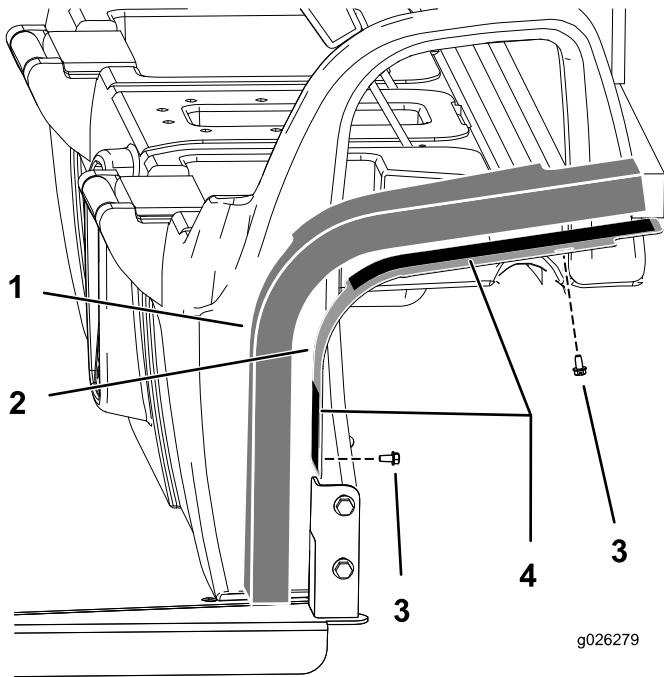

Figura 6
1. Fissate le piastre di montaggio sulla cabina utilizzando 4 bulloni ($\frac{1}{4}$ " come mostrato in Figura 6.
3. Rimuovete la carta dal nastro biadesivo sulle piastre di montaggio (Figura 6).
4. Installate i pannelli in schiuma sul gruppo (Figura 6).